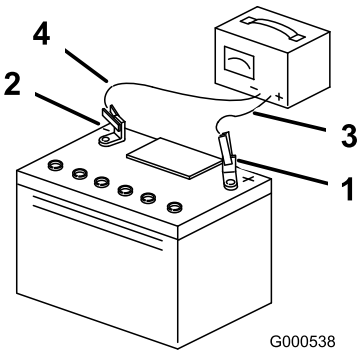

Figura 45
- 4. Cuando la batería esté completamente cargada, desconecte el cargador de la toma de electricidad, luego desconecte los cables del cargador de los bornes de la batería (Figura 45).